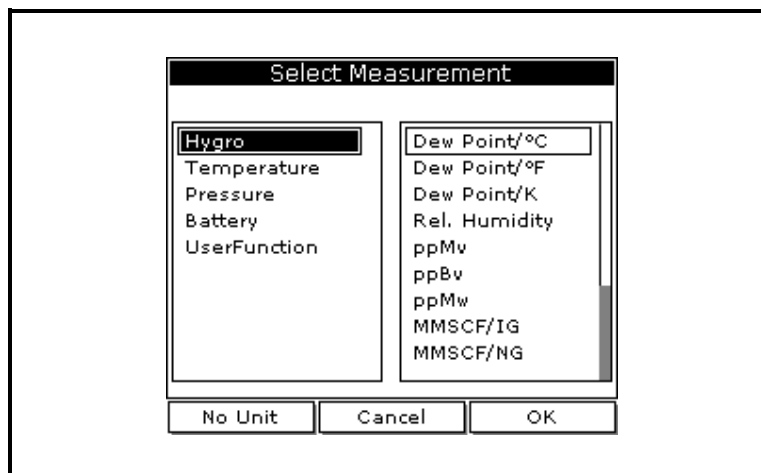

图 1-7 : Select Measurement (选择测量结果) 窗口
- 使用方向键滚动至 Measurement (测量结果)，然后按 [ENTER] (进入)。将出现类似于下图 1-7 的屏幕。左列将会显示五个测量结果类型，而右列则显示测量结果的单位。